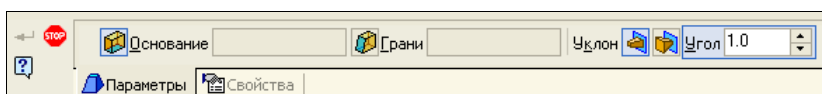

Рис. 28.22. Панель свойств **Уклон** с открытой вкладкой **Параметры**
- ◆ из панели инструментов **Редактирование детали** вызовите команду **Уклон**. На Панели свойств: Уклон имеются две вкладки: **Параметры** (рис. 28.22) и **Свой-**